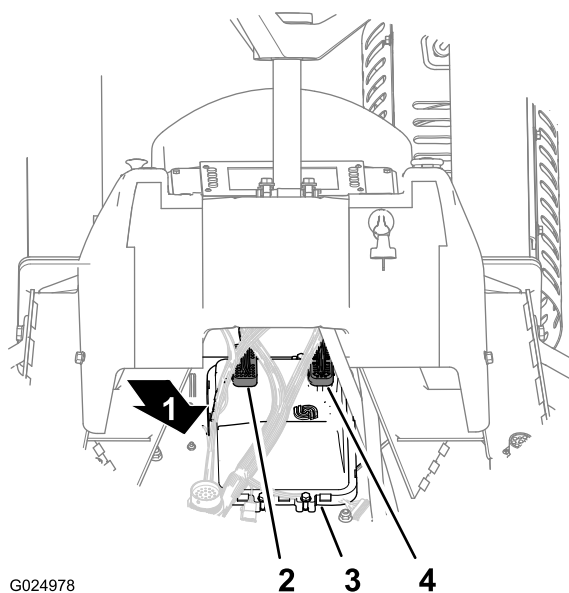

Figure 117
2. Débranchez le connecteur à 50 douilles (CPU 1) au dos du module ordinateur (Figure 117).
3. Débranchez le connecteur à 38 douilles (CPU 2) au dos du module ordinateur (Figure 117).
1. Branchez le connecteur à 38 douilles (CPU 2) au dos du module ordinateur (Figure 117).
2. Branchez le connecteur à 50 douilles (CPU 1) au dos du module ordinateur (Figure 117).